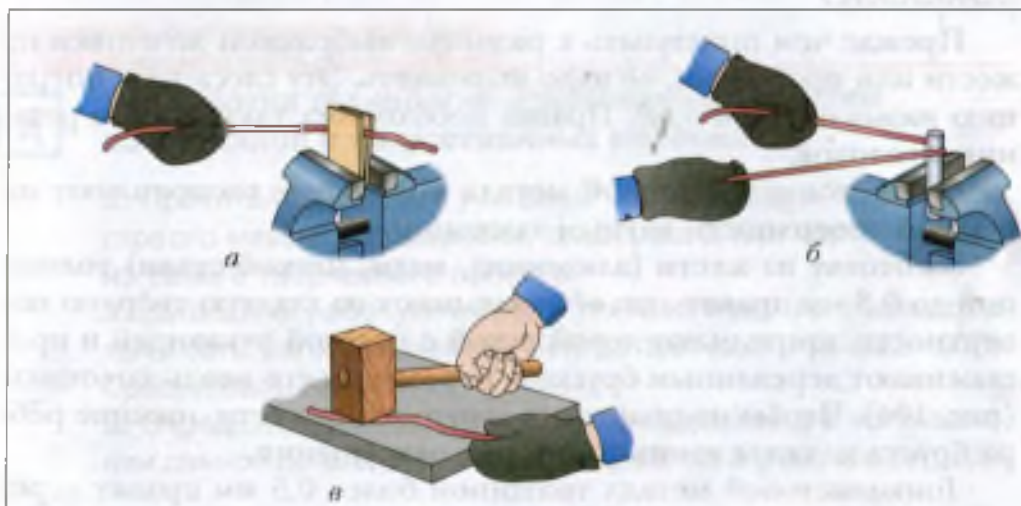

Рис. 106. Правка проволоки: а — в тисках протягиванием между
Правку мягкой (например, медной) тонкой проволоки можно выполнять, протягивая её между двумя деревянными брусками, зажатými в тисках (рис. 106, а) или перемещая её вокруг цилиндрической стальной оправки (рис. 106, б).
Толстую алюминиевую или медную проволоку правят киянкой (рис. 106, в), а стальную — молотком.
3. Почему для правки проволоки (рис. 106, *a*) берут деревянные бруски небольшой толщины?